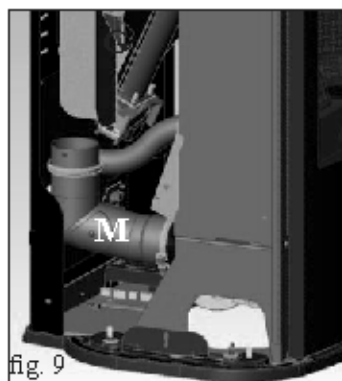

fig. 9
- Avant de repositionner le top en verre, insérer les 5 tampons en caoutchouc et 5 rondelles dans les trous du top en fonte (L/M - fig. 9/10).
- Positionner le coude avec inspection (M - fig. 9) et le fixer avec le collier desserré au préalable.